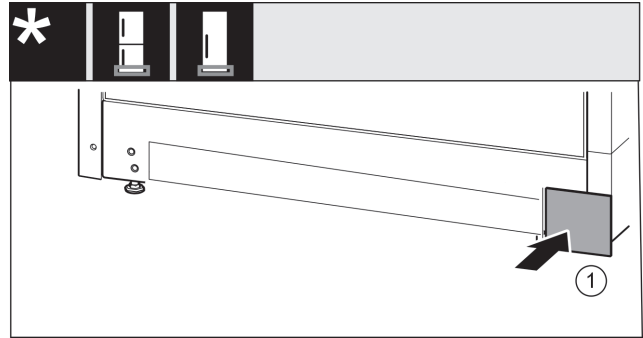

Fig. 19
- ▶ Abdeckung Fig. 19 (1) auf der anderen Seite wieder aufsetzen.